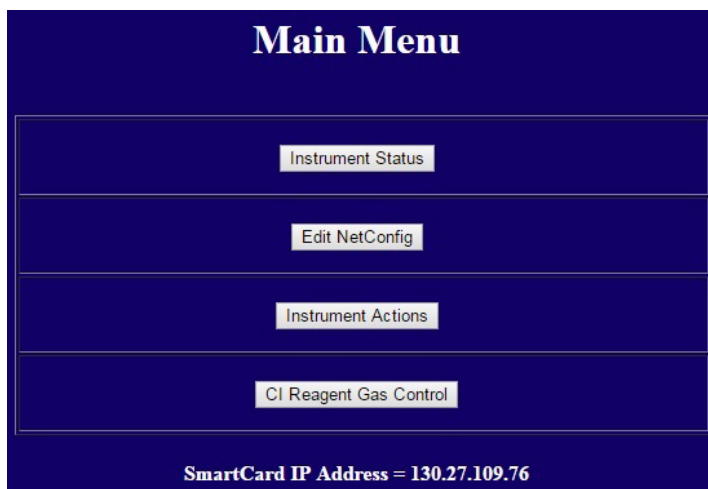

Figure 26. Menu principal de la WUI
- 2 Saisir l'adresse IP de l'instrument dans l'URL du navigateur Web d'un PC pour afficher la page du menu principal de la WUI. (Voir Figure 26.)